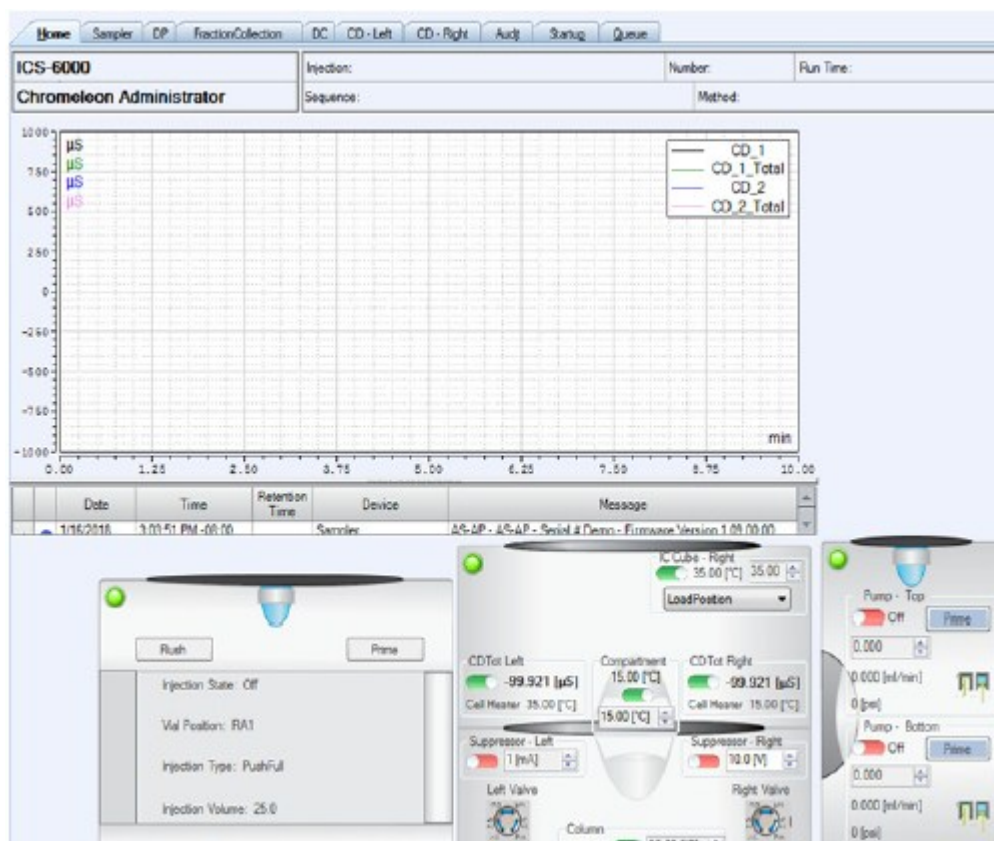

图 4-2. Chromeleon ePanel 集示例
2. 如需显示 Chromeleon ePanel 集，可点击控制台中的仪器类别栏。在导航窗格上点击您的仪器。Chromeleon 连接至仪器并显示 ePanel 集（见图 4-2）。